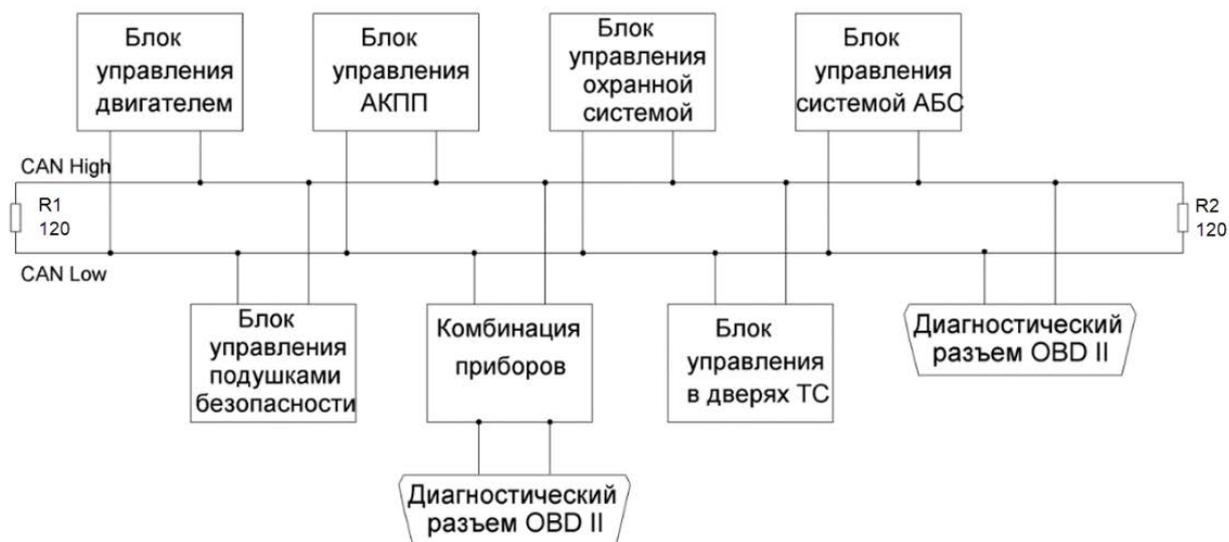

Рисунок 1 – Схема CAN-шины
- также имеется CAN-линия информационно-управляющей сети, работающая на скорости до 100 кбит/с и обеспечивающая связь между разными сервисными блоками. Каждый модуль подключен к CAN-шине и может передавать и получать сигналы (рис. 1). На концах CAN-шины находятся резисторы сопротивлением 120 Ом, которые служат для четкого считывания дифференциального сигнала с шины и предотвращения его искажения вследствие отражения.